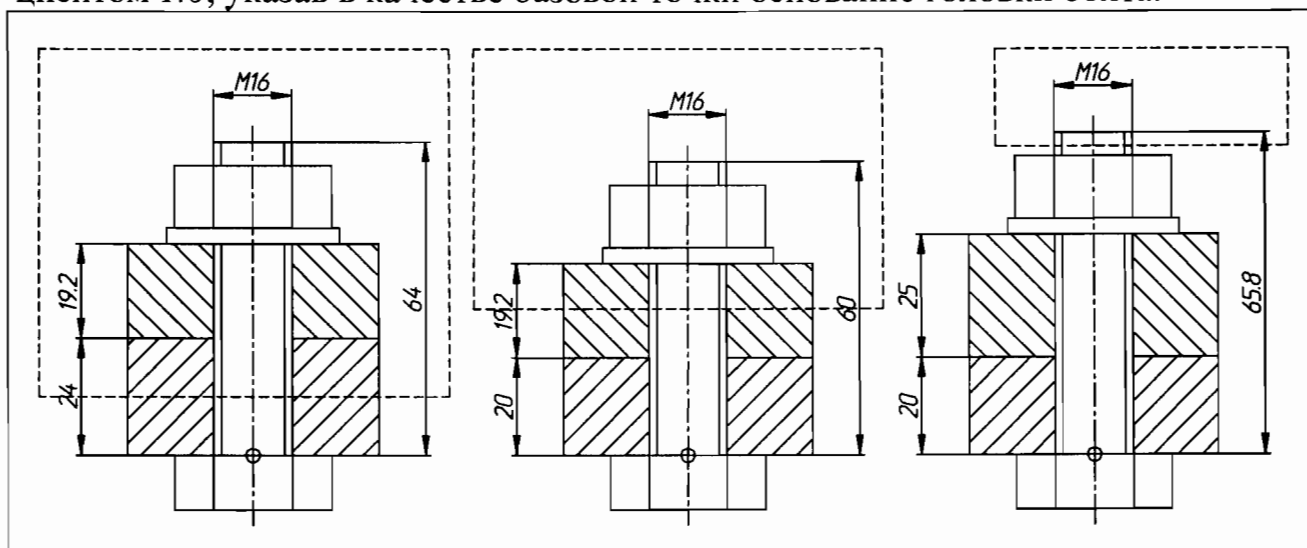

Рис.6
1. Порядок редактирования болтового соединения (рис.6).